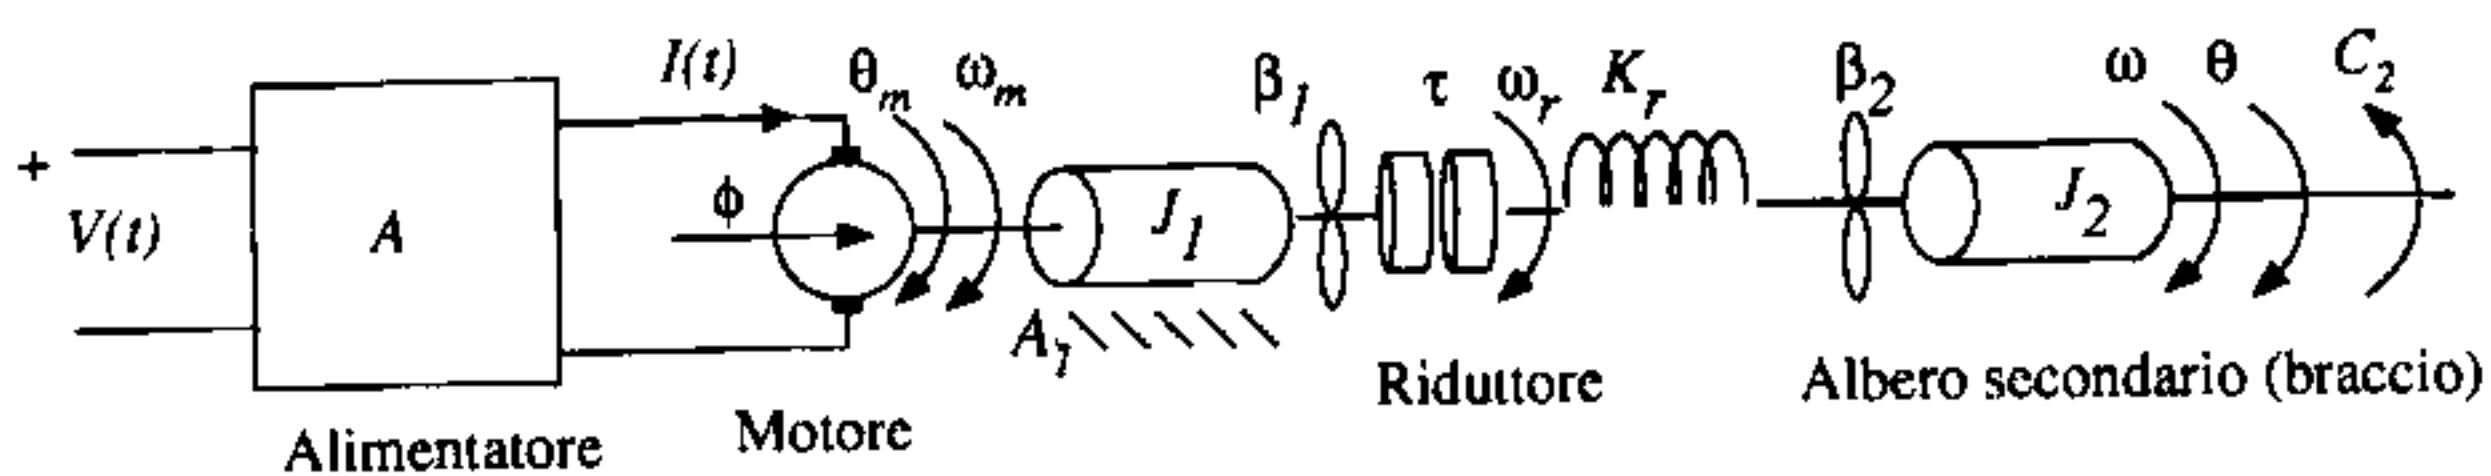

Figura 1 - Schema elettromeccanico
Si consideri lo schema di Figura 1, che descrive un braccio meccanico di inerzia J_2 e posizione angolare θ , mosso da un motore elettrico a corrente continua tramite un riduttore ad ingranaggi di rapporto τ , la cui rigidità torsionale è indicata con K_r . I coefficienti di attrito viscoso sono indicati con β_j , $j=1,2$. Il motore sia alimentato da un alimentatore in grado di fornire al motore una corrente $I(t)$ proporzionale alla tensione di comando $V(t)$. Sul braccio agisca una coppia resistente C_2 e sull'albero motore agisca una coppia di attrito radente A_1 .
1. Si scrivano, a partire dallo schema di Figura 1, le equazioni di stato a tempo continuo in forma letterale e numerica, scegliendo con cura ingressi (comando e disturbi) e variabili di stato.